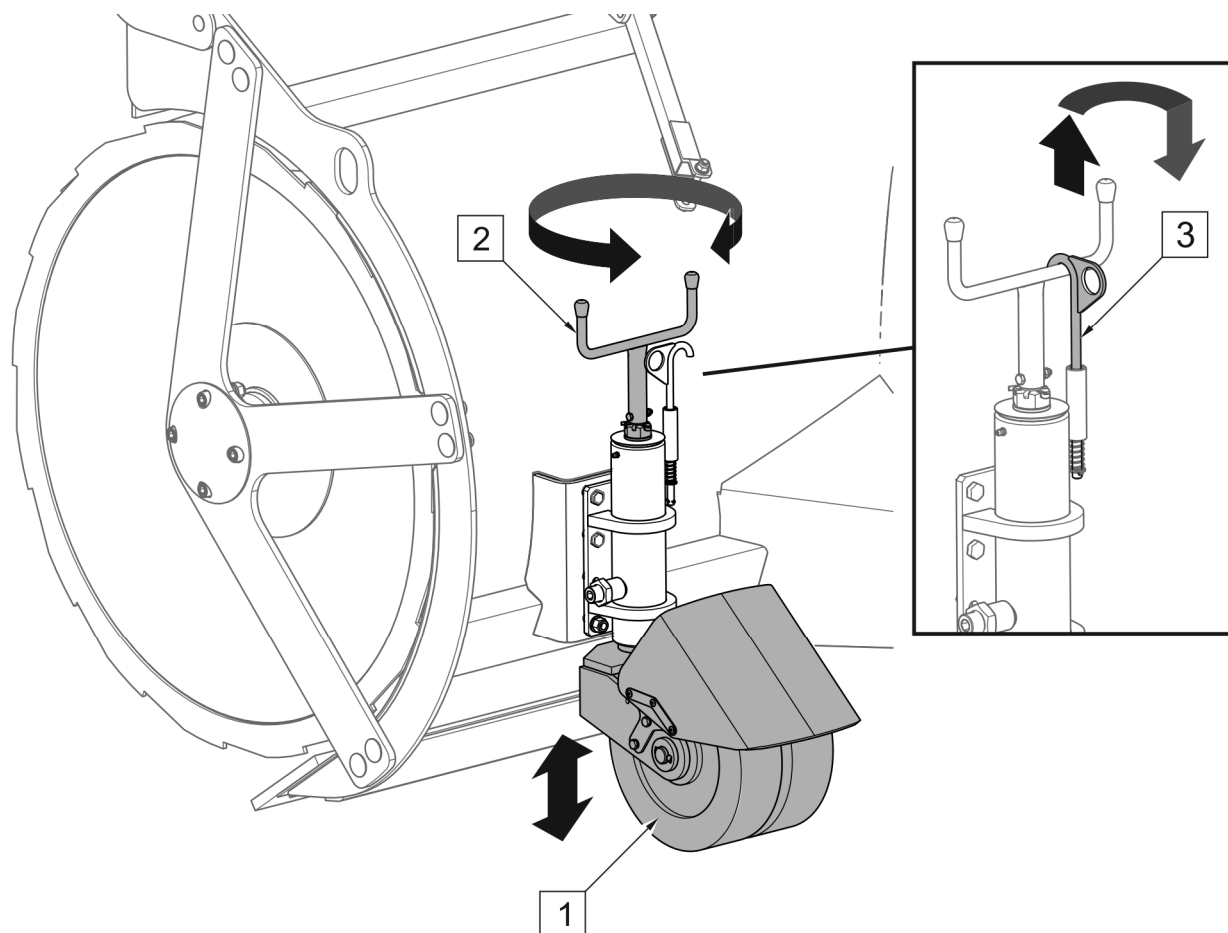

РИСУНОК 4.13 Регулировка рабочей высоты снегоочистителя с колесами
(1) - колесо; (2) - ручка; (3) - фиксатор ручки
На снегоочистителе, оборудованном опорными колёсами (РИСУНОК 4.13), рабочая высота регулируется путём регулировки высоты колёс. Отрегулируйте высоту колёс (1) с помощью ручки (2). Перед началом регулировки поднимите фиксатор (3) и снимите его с ручки (2). После установки высоты колёс снова зафиксируйте ручку (2) фиксатором (3).